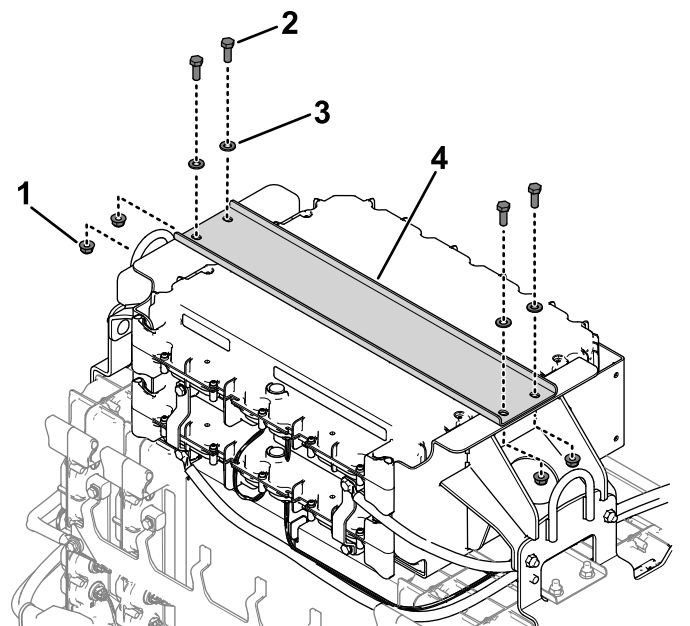

Figura 12
8. Utilize 4 parafusos de cabeça sextavada (5/16 pol.), 4 anilhas (5/16 pol.), e 4 porcas flangeadas sextavadas para fixar a tampa da bateria no tabuleiro da bateria (Figura 12).